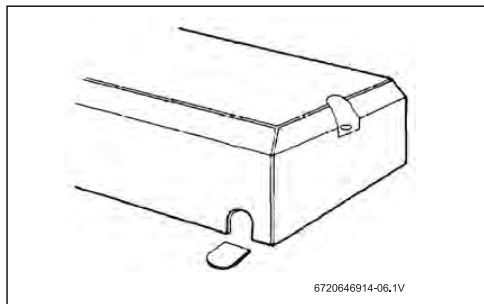

Fig. 9 Cubierta de la unidad
- ▶ Si va a ser a través de la cubierta inferior, corte el saliente de plástico para exponer la funda de goma (Fig. 9) :